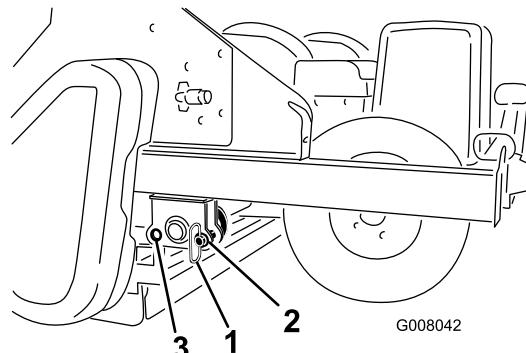

Figura 23
1. Retire os pinos de armazenamento da posição dos orifícios traseiros (Figura 23).
2. Desça lentamente o processador até que assente no rolo traseiro e pneus. Instale os pinos de armazenamento na posição dos orifícios frontais (Figura 23).